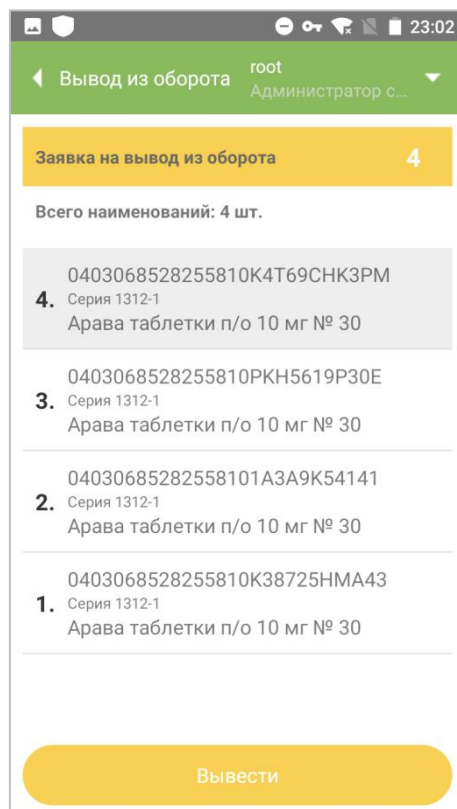

Рисунок 11.20
3.3. В открывшемся окне отсканировать коды маркировки (п. 1.5), которые следует вывести из оборота (Рисунок 11.20).